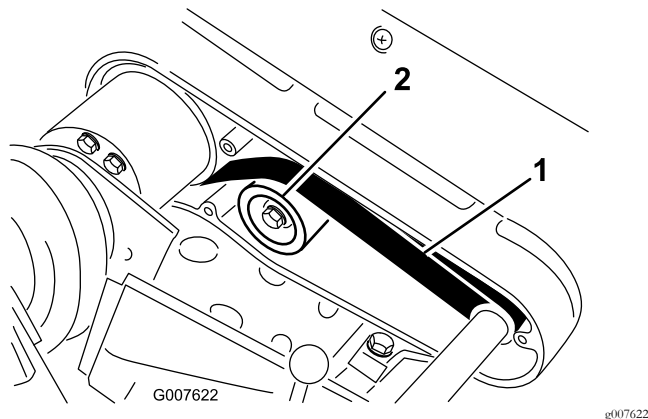

图39
2. 使用 2226N 的作用力按压两个皮带轮图39中间位置的皮带检查皮带的张紧力。
- A. 松开怠轮皮带轮安装螺母并紧贴着皮带背面顺时针旋转怠轮皮带轮直至达到所需的皮带张紧力图39。